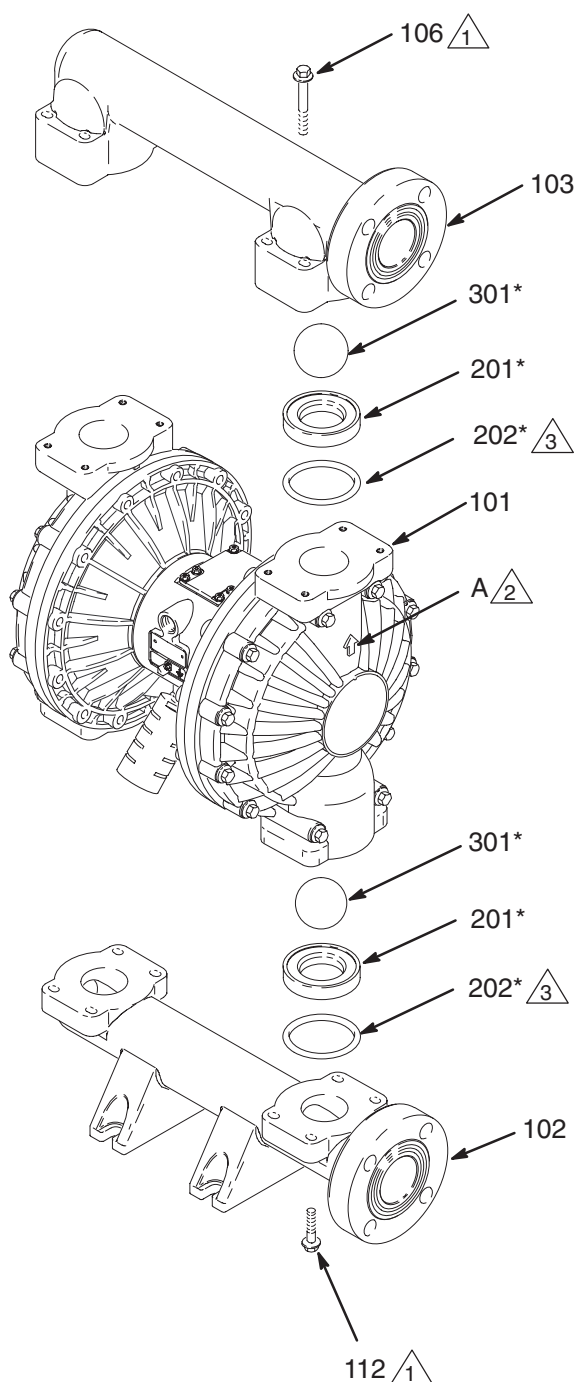

Fig. 11
3. À l'aide d'une clé à pipe de 10 mm, retirer les quatre boulons (106) maintenant le collecteur de sortie (103) aux carters produit (101). Voir Fig. 11.
4. Retirer les sièges (201), les billes (301), et les joints toriques (202) du collecteur.
2. Remonter en procédant dans l'ordre inverse, en suivant les remarques de la Fig. 11. S'assurer que les billes sont remontées **exactement** comme indiqué. Les flèches (A) sur les carters produit (101) **doivent** être tournées vers le collecteur de sortie (103).
- 2 La flèche (A) doit être tournée vers le collecteur de sortie (103).